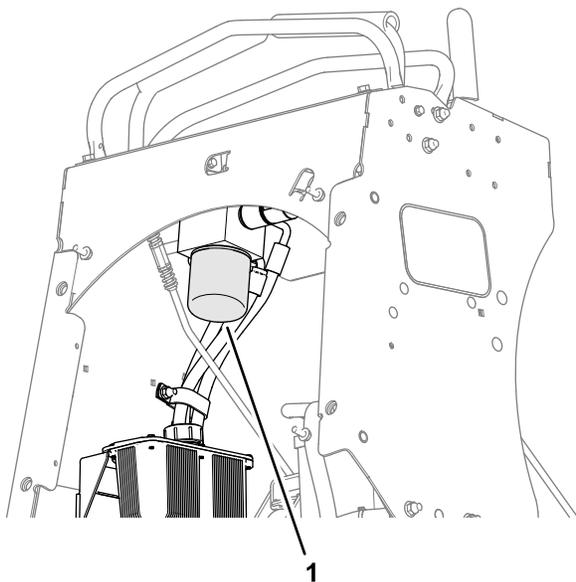

Figure 55
1. Dévissez et déposez le filtre, puis vidangez l'huile (Figure 55).
3. Vissez le filtre dans le sens horaire jusqu'à ce que le joint en caoutchouc rejoigne l'adaptateur, puis vissez-le encore de de 2/3 à 3/4 de tour (Figure 55).